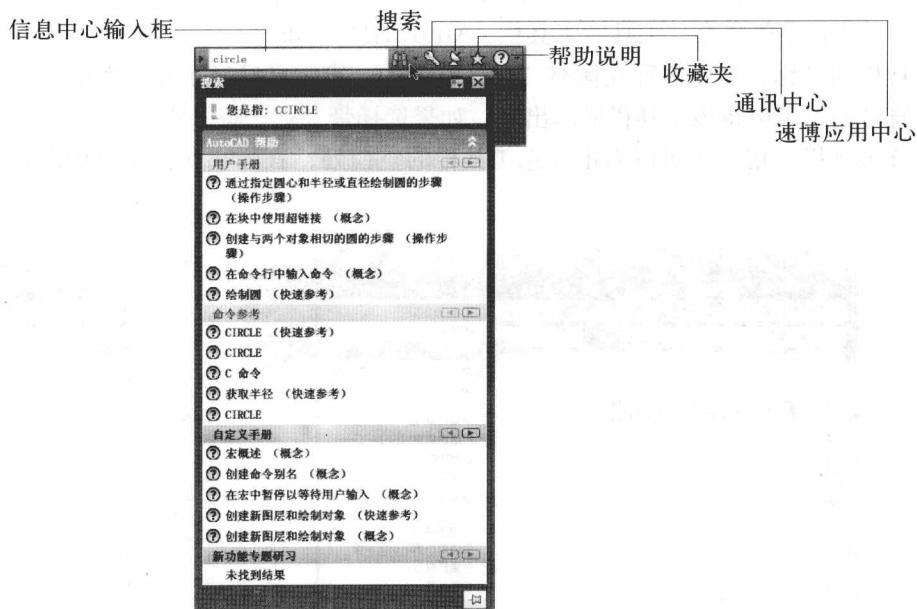

图 1-3-7
- 输入关键字或短语，单击“搜索”按钮，搜索结果将作为链接显示在面板上，如图1-3-7所示。单击任意链接将显示“帮助”主题、文章或文档。